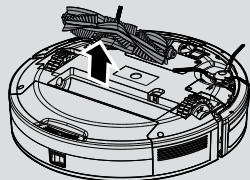

Abb. 13
3. Heben Sie die Bürstwalze an einem Ende nach oben. [Abb. 13]